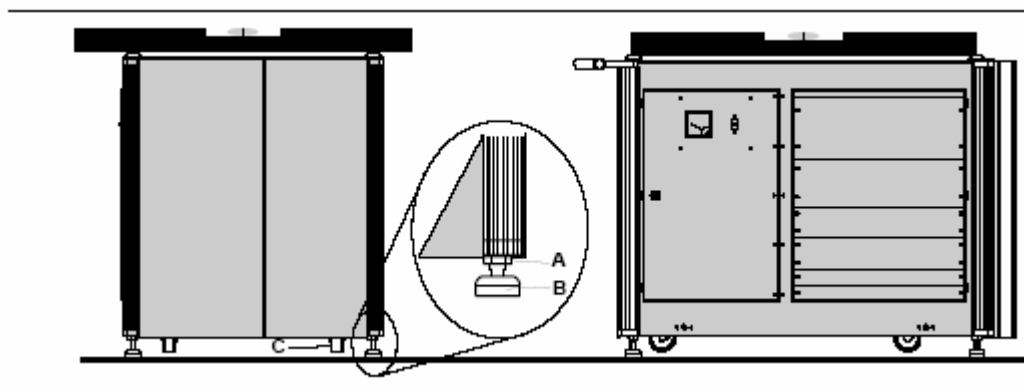

图 7-4 数字放映机底座的安装
- 拧紧螺母(A),固定支脚的高度。(图7-4)*注意: 对于永久性的安装和为了更稳定的图像,数字放映机应当牢固地安在地板上,而不是放在轮脚上。